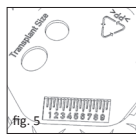

fig. 5
■ **fig. 5** A escala de milímetros destina-se a realizar medições comparativas gerais, que podem ser úteis durante uma cirurgia ao ouvido médio. Por regra geral, o lado posterior também pode ser usada como superfície de apoio ou campo de preparação para diferentes processos, tal como, por exemplo, a preparação do transplante ou armazenamento intermédio.